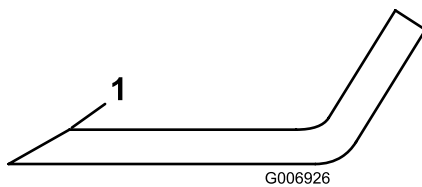

Figura 31
1. Utilice una lima para afilar el filo de corte en ambos extremos de cada cuchilla (Figura 31). Mantenga el ángulo original. La cuchilla permanece equilibrada si se retira la misma cantidad de material de ambos filos de corte.